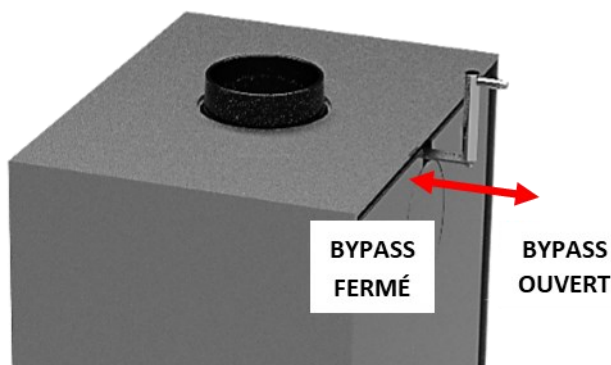

Fig. 13
- Si votre poêle est équipé du système Catalytic Hybrid Woodbox, vous devez ouvrir le by-pass en déplaçant la commande située sur la partie supérieure arrière du poêle vers l'arrière (Fig. 13).